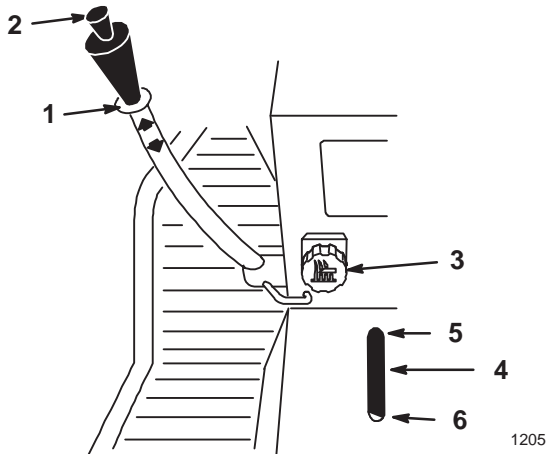

Abbildung 19
Der Absenkhebel (Abb. 19) wird verwendet, um verschiedene Zusatzvorrichtungen abzusenken und anzuheben.
Mit dem Dial-A-Height-Regler (Abb. 19) wird die Abwärtsbewegung der Zusatzvorrichtung eingeschränkt. Der Dial-A-Height-Knopf wird gedreht, um den Punkt des Anschlags nach oben oder unten zu verschieben.
1. Den Absenkhebel nach oben schieben – siehe “Anheben von Zusatzvorrichtungen”. In gehobener Position kann der Dial-A-Height-Knopf (Abb. 19) gedreht werden, um die Anschlagposition zu verändern. Den Knopf im Uhrzeigersinn drehen, um die Zusatzvorrichtung anzuheben, und im Gegenuhrzeigersinn, um die Zusatzvorrichtung abzusenken.
2. Die Dial-A-Height-Anzeige (Abb. 19) zeigt die Höhenänderung, während die Einstellung vorgenommen wird.